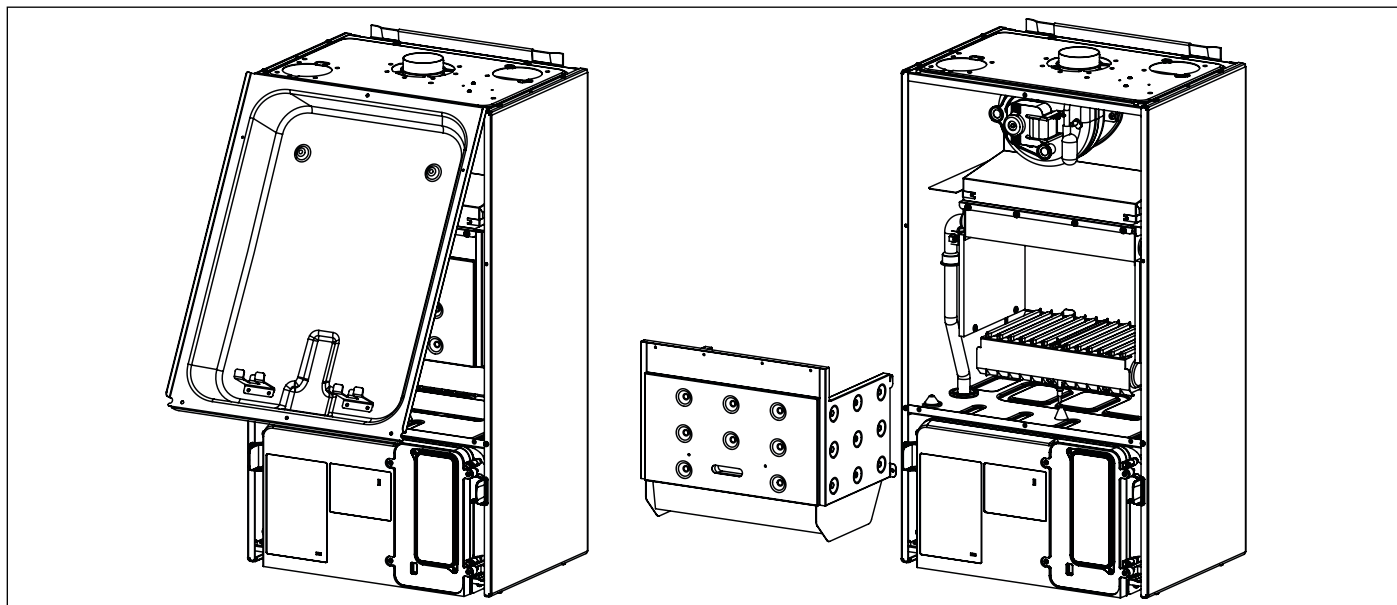

Рис. 46 Демонтаж камери згоряння
- Зняти передню панель котла (дивись Рис. 46 Демонтаж камери згоряння).